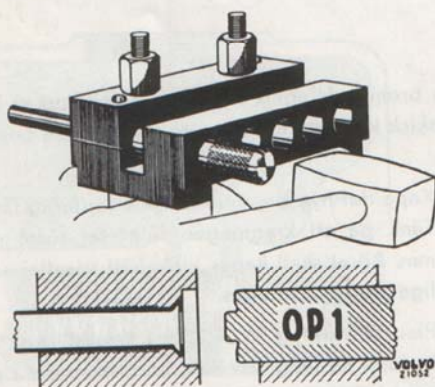

Bild 27. Kragning av bromsrör.
3. Placera dornen OP 1 i verktyget. Slå på dornen med en kopparslägga tills dornen går i botten. Kanten på röret vikes då enligt bild 27.